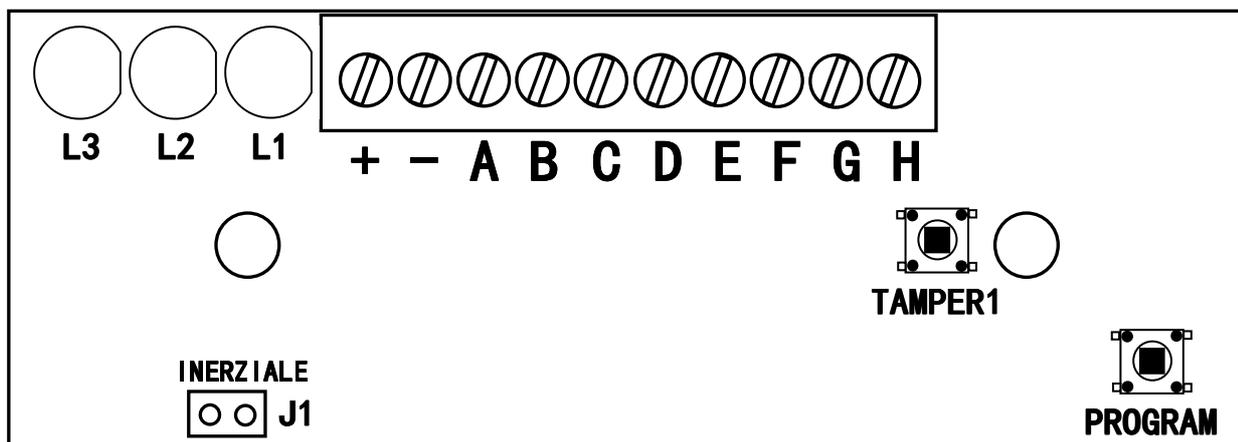

Figura 1.
3. Premere una volta il Tact-Switch PROGRAM posto in basso a destra al sensore (vedi Figura 1.)